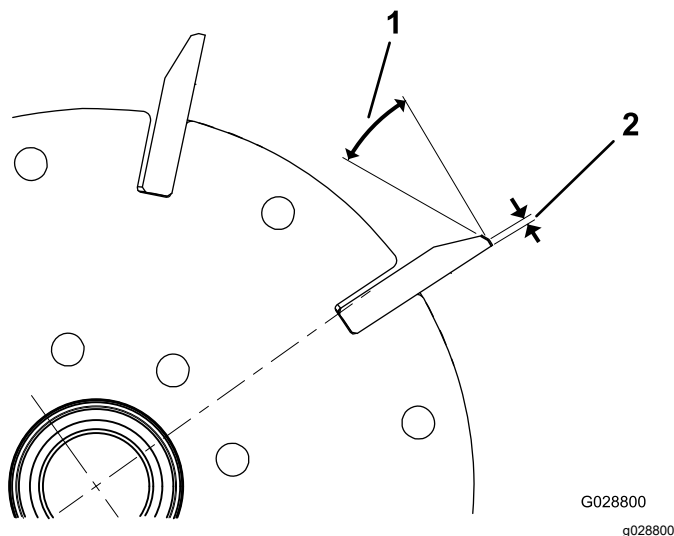

Figure 28
1. Créez un angle de dépouille de 30° sur toutes les lames du cylindre jusqu'à obtention d'une facette de 0,8 mm de largeur (Figure 28).